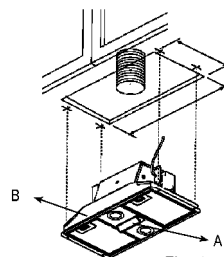

Fig. 2
2. Foretag den elektriske forbindelse (fig. 2). Emhætten er udstyret med 1 eller 2 ledninger:
3. Beslut hvor betjeningspanelet skal placeres (fig. 2, A, B):
4. Montér emhætten (fig. 2) i åbningen og fastgør den til kabinettet med 4 af de medleverede skruer (der følger 8 skruer med, som er nødvendige til 80 cm modellen).